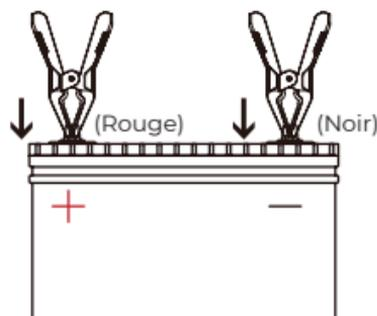

Figure 4.1.6
**Connectez les pinces aux bornes de la batterie (voir figure 4.1.6).**